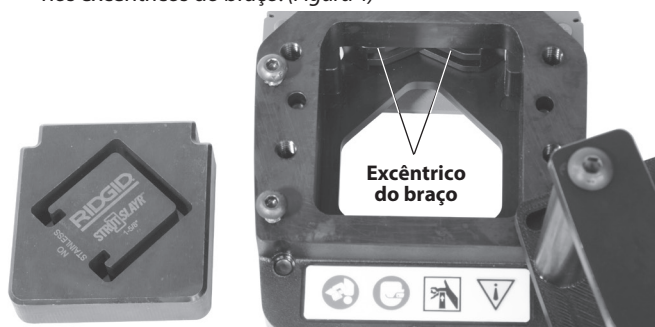

Figura 4 – Lubrificação da Cabeça de cisalhamento de escora
- Aplique uma camada fina de gordura de uso geral em todos os lados da matriz de movimentação. Aplique gordura liberalmente nos excêntricos do braço. (Figura 4)